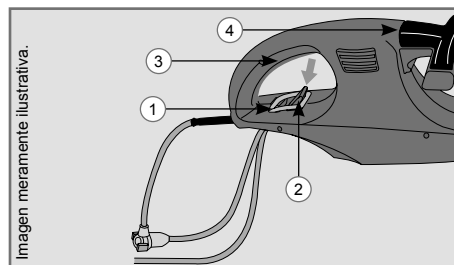

Fig. 1
- ✓ Dobleque la extensión eléctrica, pásela por el orificio (1) y enseguida encájela en la presilla (2) (Fig. 1).
- ✓ **Conectar** - Presione la tecla de encendido/apagado de doble accionamiento (3 y 4) (Fig. 1).
- ✓ **Desconectar** - Suelte la tecla de encendido/apagado de doble accionamiento (3 y 4) (Fig. 1).